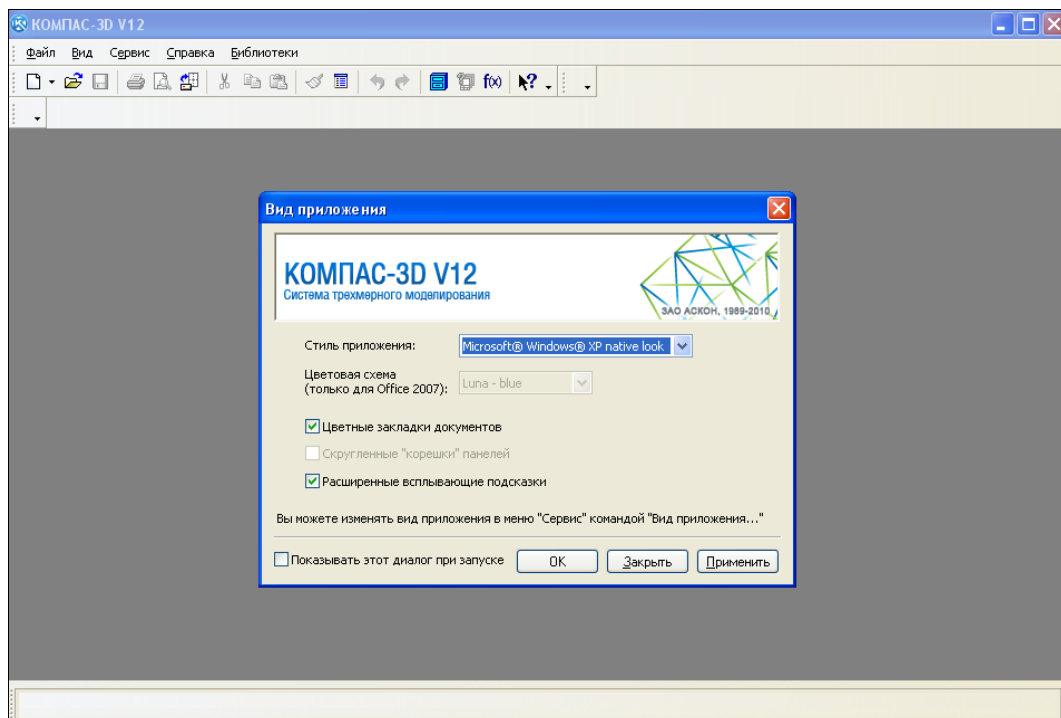

Рис. 1.1. Стартовое окно КОМПАС-3D V12 с диалоговым окном **Вид приложения**
В результате запуска на экране монитора появится стартовое (главное) окно системы КОМПАС-3D V12, в центре которого расположено диалоговое окно **Вид приложения** (рис. 1.1).
- ♦ **Вид приложения** — появляется знакомое нам диалоговое окно **Вид приложения** (см. рис. 1.1), где вы при желании можете поменять стиль приложения.